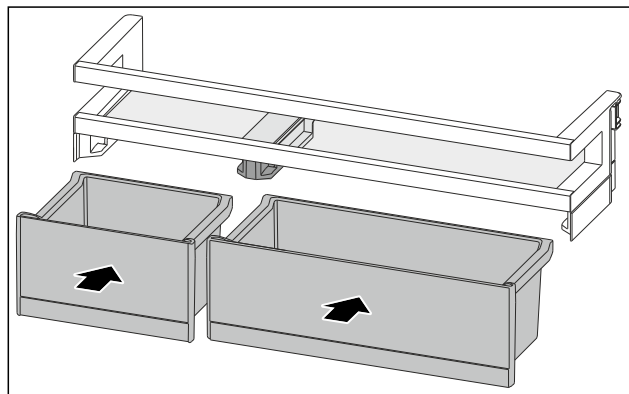

Fig. 169
- ▶ VarioBoxy vložte v opačném pořadí. (viz Fig. 169)